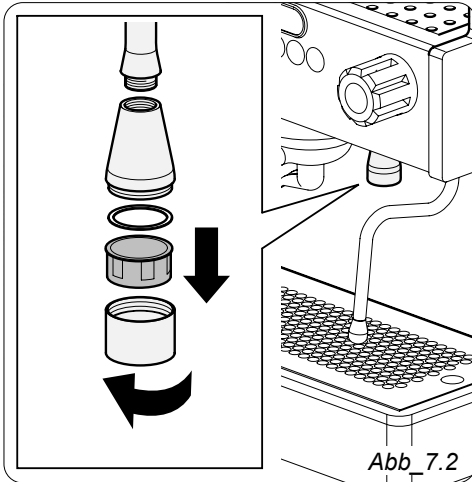

Abb. 7.2
1. Den Heißwasserauslauf reinigen und kontrollieren, ob die Düse verkrustet ist. Die Düse abschrauben und reinigen, wenn sie verkrustet ist (eine Reinigungslösung nach den Anweisungen vorbereiten). Vorsichtig vorgehen, damit sie nicht verformt oder beschädigt wird. (Abb. 7.2)